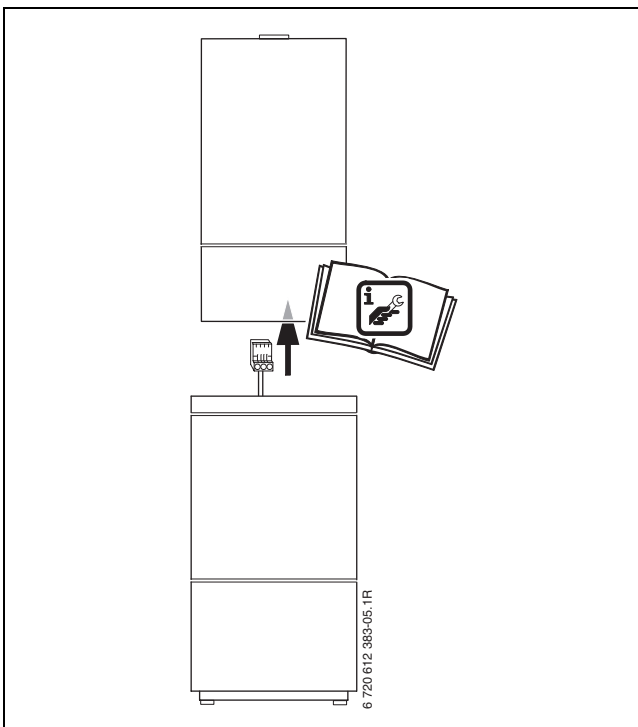

Рис. 5 Подключение штекера
- ▶ Подсоедините штекер температурного датчика бака к котлу (→ рис. 5).